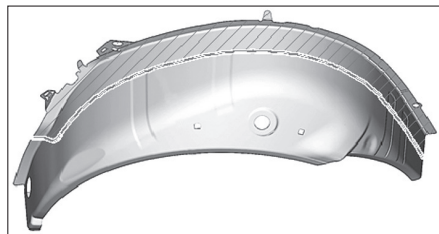

FIG. 121
- Couper le nouveau passage de roue (Fig.121).